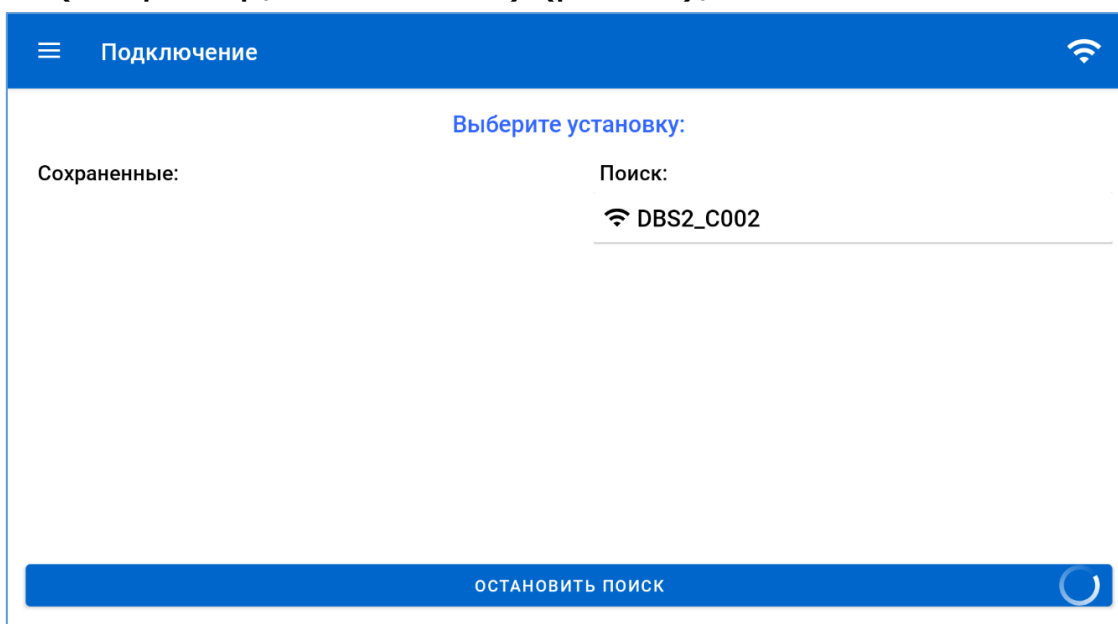

Рисунок 14 – Экран меню «Подключение», поиск установки
3) После появления названия установки в столбце «Поиск» запустить процедуру подключения нажатием на название установки (например, DBS2_C002) (рис.14);